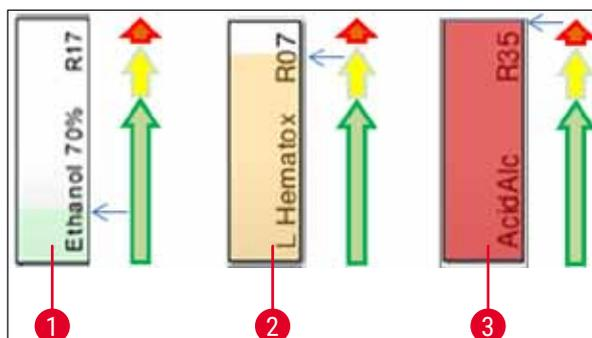

Fig. 69
- Uma cor de fundo (→ "Fig. 69")
- A cor de fundo mostra o status de consumo do reagente (→ "Fig. 69"). À medida que o reagente é consumido, a barra de cor sobe do fundo até o topo e muda de cor com base no status do consumo.